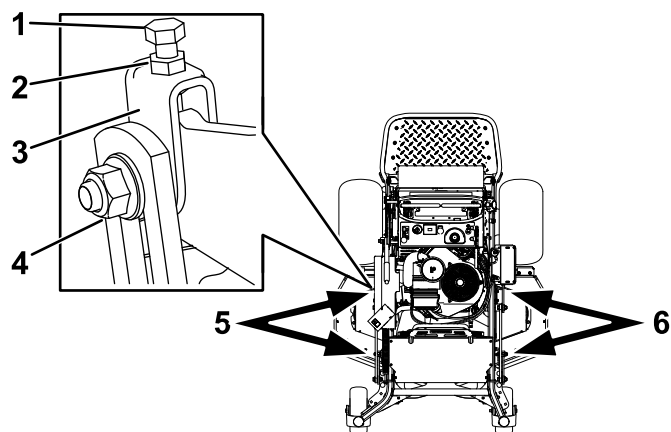

Figura 94
1. Afloje la tuerca lateral y la contratuerca de las horquillas que desea ajustar (Figura 94).
2. Gire el perno superior de las horquillas para ajustar la altura de la carcasa de corte (Figura 94).